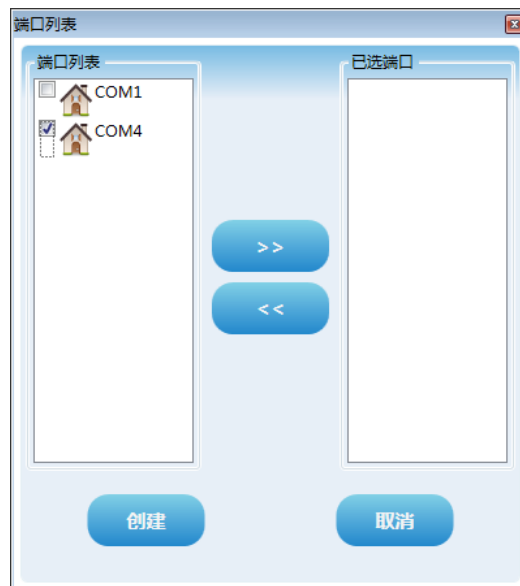

图 4.4 添加串口界面
- (2) 然后用串口线(或 485/422 转串口线)连接网关的 RS232 (或 RS485/RS422) 接口和电脑的串口，最后给网关上电，此时网关的电源指示灯(PW)应该常亮。
- (3) 启动配置软件，右键单击设备列表中的“主机”，点击“添加串口”，弹出端口列表窗口如下图 4.4 所示，在左侧“端口列表”里选中当前连接有网关的串口，点击按钮  将其移动到右侧的“已选端口”，最后点击按钮 ，这时选中的串口 COM_x 将出现在设备列表中的主机下面。